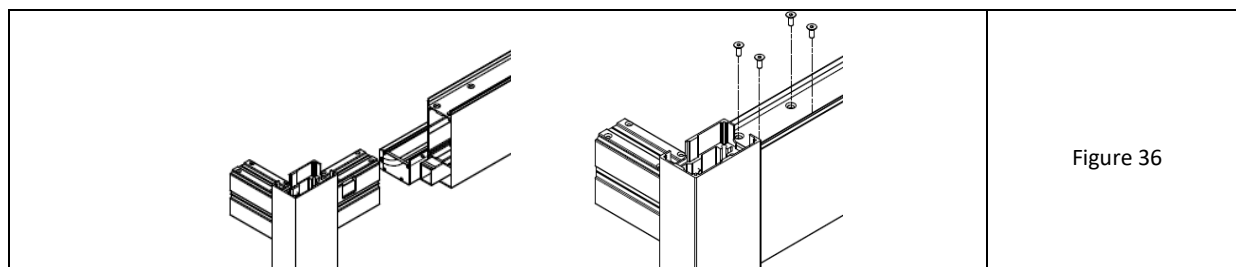

Figure 36
12. En position allongée, insérer les poteaux équipés des pieds adéquats dans les deux extrémités du deuxième poutre longitudinale. Les drains inférieurs de la barre pénètrent dans la fenêtre carrée du poteau (du côté le plus étroit) sous l'os. Os du poteau dans la chambre supérieure de la poutre (Fig. 36).
13. Vissez le coin par le haut à l'aide de 4 vis coniques à douille Allen M8x20 (Fig. 36-droite).